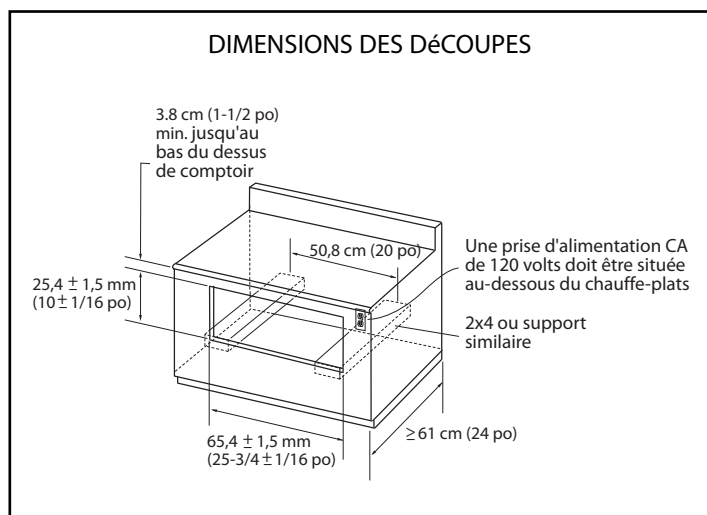

Fig. 02
La profondeur du boîtier, à partir de la bordure extérieure de la face avant jusqu'au fond du boîtier ou au mur, doit mesurer 61 cm (24 po) minimum (voir figure 02).
** Le fonds de l'ouverture doit être fait d'un contre-plaqué assez solide pour supporter le poids du four et sa charge (ou utiliser une construction 2 x 4 - voir fig. 02).